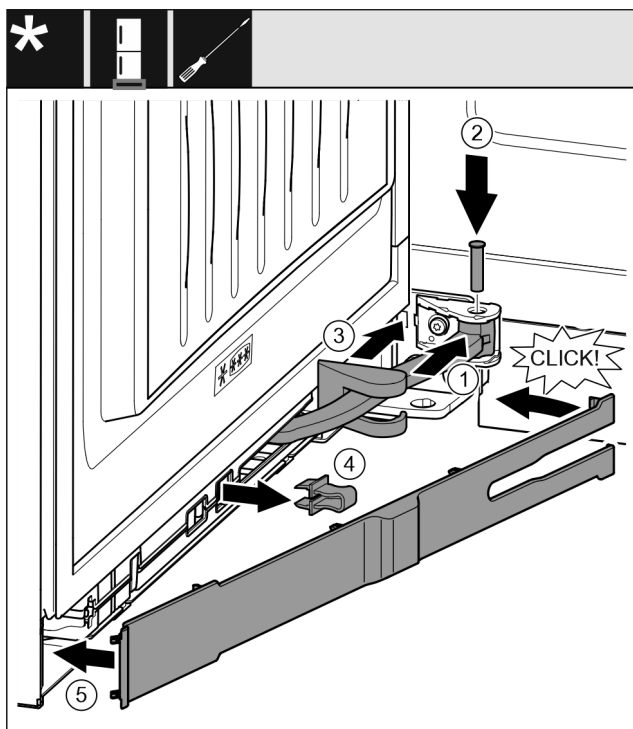

Fig. 50
- ▶ 将铰链 Fig. 50 (1) 旋转至悬挂装置。
- ▶ 用螺丝刀将螺栓 Fig. 50 (2) 插入悬挂装置和铰链。同时注意止动凸轮需正确地位于凹槽中。
- ▶ 沿着铰链推动托架盖 Fig. 50 (3)，并将其安装到悬挂装置上。
- ▶ 取下保险装置 Fig. 50 (4)。
- ▶ 将隔板 Fig. 50 (5) 放上并转入把手侧。